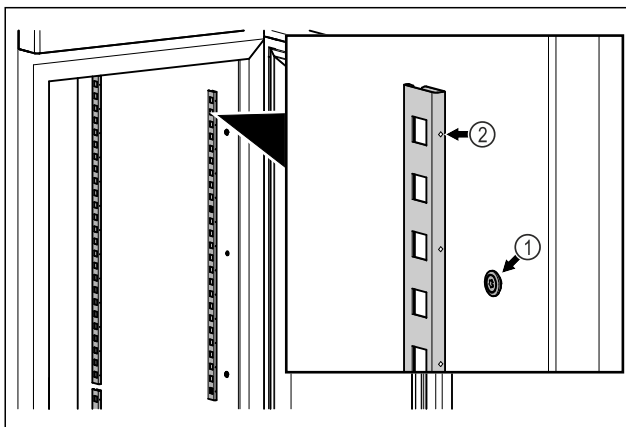

Fig. 58 Voorbeeld
- Vastzetstrips in de ophanging Fig. 58 (1) haken. Markering Fig. 58 (2) moet naar voren wijzen.